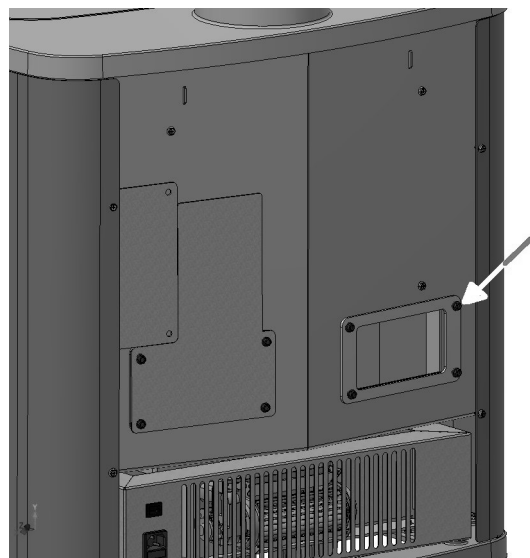

Fig. 14 - Rimuovere viti
- Aprire il tappo pulizia svitando le 4 viti CH 8 (vedi **Fig. 14**).